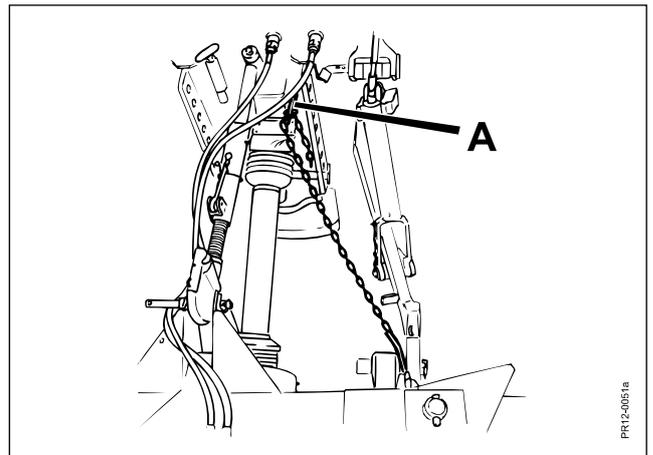

Fig. 2-14
- Fig. 2-14 9) Régler la longueur de la chaîne support en **A**, pour que les bras de relevage conservent leur position de travail correcte.